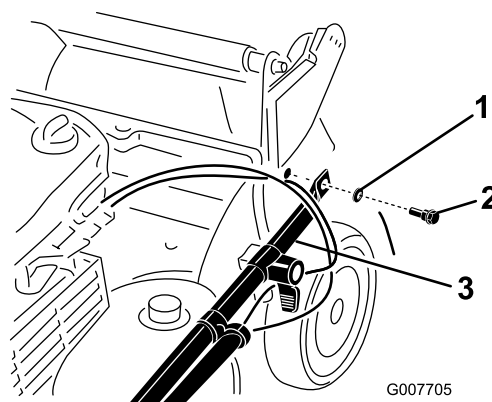

Figure 4
2. Fixez les extrémités du guidon au carter de tondeuse avec 2 rondelles et 2 boulons (Figure 4), **mais ne serrez pas les boulons.**
Important: Acheminez les câbles à l'extérieur du guidon (Figure 4).